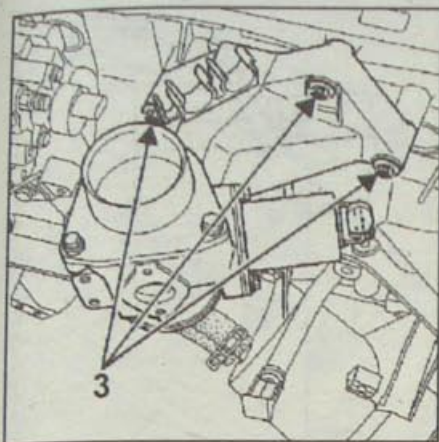

Рис. 4.53. Расположение болтов (3) крепления корпуса остановки двигателя
- Выверните болты (3, рис. 4.53) крепления корпуса остановки двигателя.